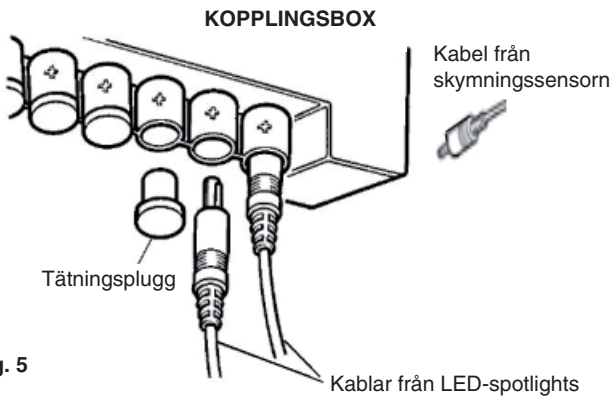

Fig. 5
9. Ta bort så många tätningssluggar i kopplingsboxen som du har LED-spotlights. Tryck i anslutningskontakterna så långt det går i kopplingsboxen, "+" på kontaktarna ska passa mot kopplingsboxens "+"-märkning (se fig.5). Tätningssluggarna ska vara monterade i alla uttag som inte används på kopplingsboxen, för att skydda mot fukt.